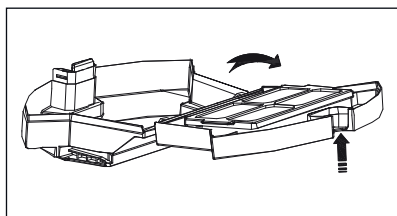

Fig. 8
- 2) Tryk på oplåsningsknappen **13** på støvbeholderen **14**, og klap den op (se fig. 8).